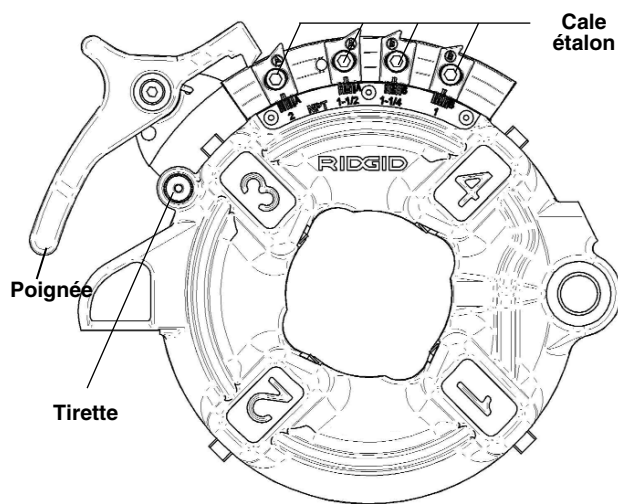

Figure 10 – Têtes de filière semi-automatiques 816 et 817
Tête de filière semi-automatique (Figure 10) – Lorsque l'extrémité du tuyau en cours de filetage arrive à fleur de l'extrémité de la filière n° 1, tapez sur la poignée pour libérer le tuyau des filières.
Les têtes de filière automatiques 816 et 817 (Figure 10) pour filetage à droite utilisent quatre jeux de filières pour le filetage des tuyaux de 1/8 à 1 1/2 po. Un jeu de filières est nécessaire pour chacune des gammes diamétriques suivantes : (Ø 1/8 po), (Ø 1/4 et 3/8 po), (Ø 1/2 et 3/4 po) et (Ø 1 à 1 1/2 po). Le filetage des boulons nécessite un jeu de filières spécial pour chaque taille de boulon.
1. Appuyez sur la poignée pour que la plaque à cames (Figure 10 – Têtes de filière semi-automatiques 816 et 817) repose contre la butée comme indiqué.